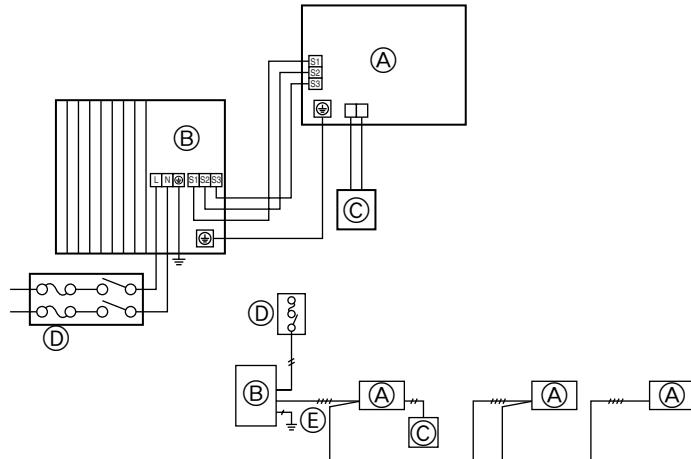

Fig. 6-1
6.1. Precauciones (Fig. 6-1)
- Para (D), (F) normalmente protección de puesta a tierra con un disyuntor (disyuntor de puesta a tierra [ELB]).